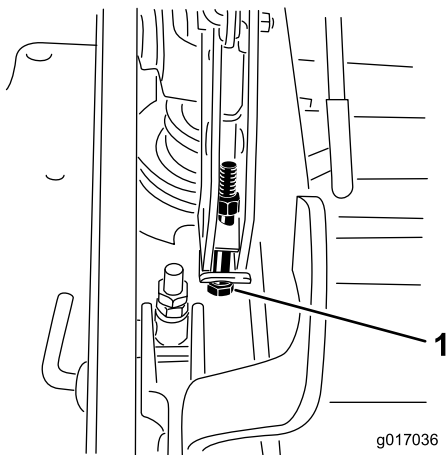

Figura 88
13. Si la carcasa está demasiado baja, apriete el perno del ajuste de un solo punto girándolo en el sentido de las agujas del reloj. Si la carcasa está demasiado alta, afloje el perno del ajuste de un solo punto girándolo en sentido antihorario (Figura 88).